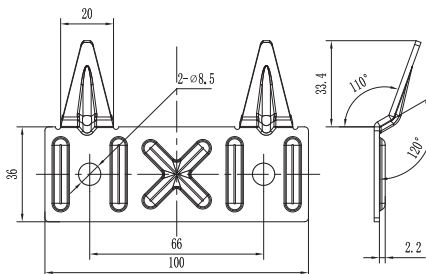

Fig. 3
2. După alegerea locației de montare, faceți două găuri în peretele la adâncimea necesară și introduceți șuruburile, rotiți cârligul în sus, strângeți bine piulițele, apoi instalați încălzitorul de apă pe acesta (vezi fig. 3).